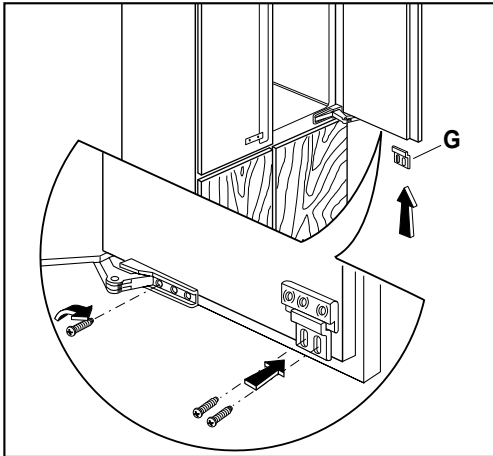

Abb. 9
- Bringen Sie das untere Einsatzstück G mit zwei Schrauben an und fixieren Sie das Scharnier mit der Schraube im vertikalen Langloch (Abb. 9).